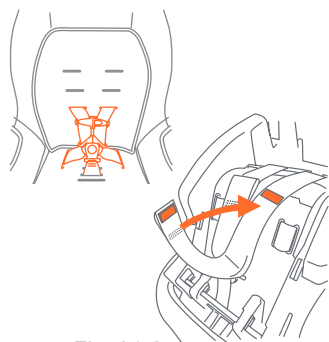
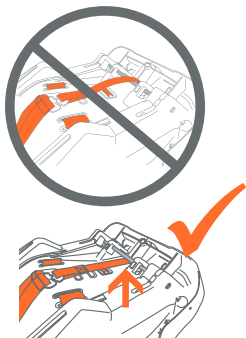

Fig. 31-2
Fig. 31-3
11. Cuando el arnés está configurado para la posición correcta del niño, sujete las correas del arnés excedentes con el gancho y ajuste la parte trasera (Fig. 31-2). **NUNCA** coloque la cincha sobre la barra de liberación (Fig. 31-3).